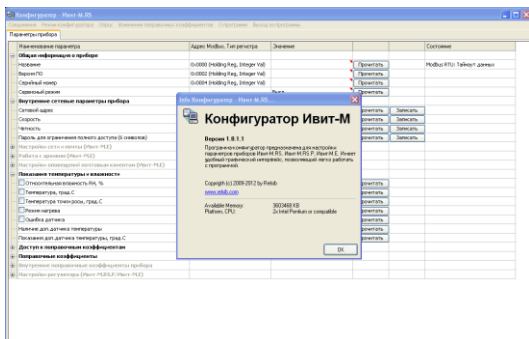

Рисунок 2
2. Для конфигурирования настроек служит ПО «ИВИТ-М» (config-ivit.exe), версия 1.8.1.1 (рисунок 2).
Меню «Соединение» – возвращает в окно (см. рисунок 2) для соединения с другим прибором.